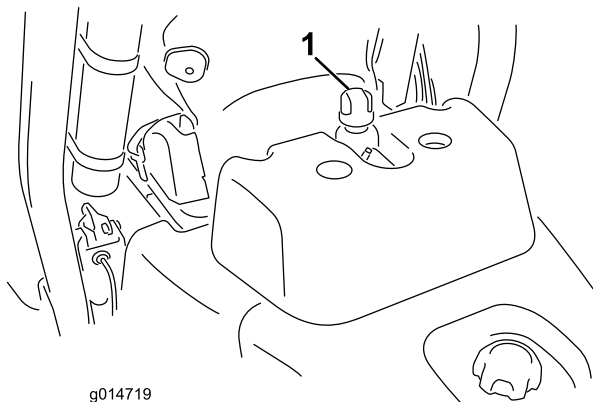

Figura 30
2. Retire a tampa do reservatório (Figura 30).